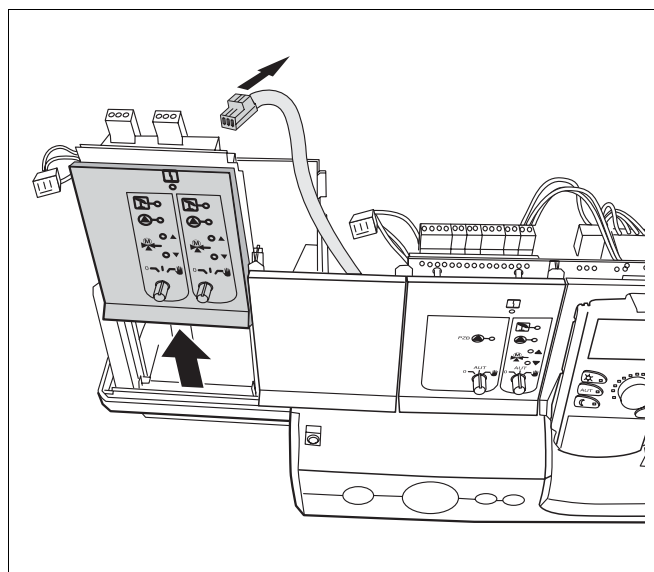

Fig. 10 Modules de fonction, démontage du module
- Retirez, au niveau des bornes tous les câbles connectés au module qui doit être démonté (fig. 10).
- Retirez le module de son emplacement (fig. 10).